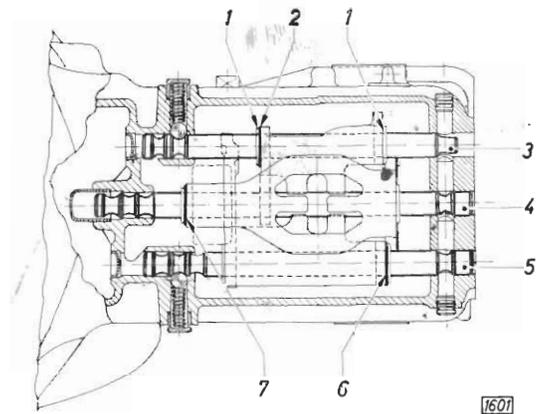

Bild 52 - Anordnung Schaltstangen
39. Einen Sperrbolzen so weit in Bohrung einführen, daß er zwischen der Schaltstange für den Rückwärtsgang und der für den 1. und 2. Gang liegt. Zweiten Sperrbolzen so weit in Bohrung einführen, daß er zwischen der Schaltstange für 1. und 2. Gang und der für 3. und 4. Gang liegt (Bild 52).